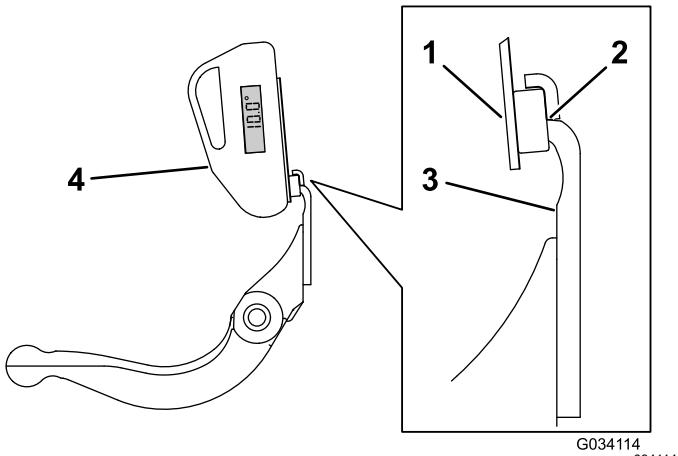

图 31
3. 将角度指示器底座放在底刀边缘上以使磁体边缘与底刀边缘紧密配合 图 31。
4. 如 图 31 所示将角度指示器放置到底座上。